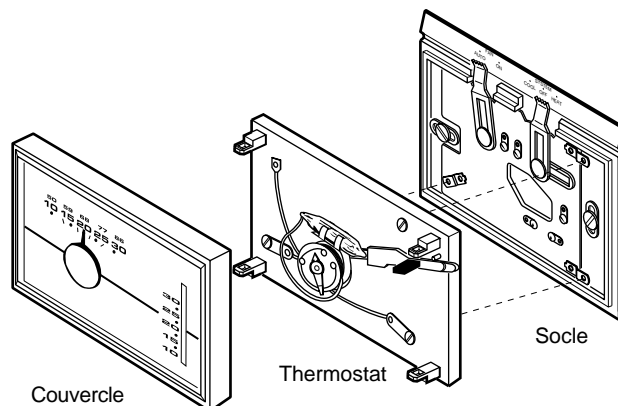

Figure 9. Installation du thermostat sur le socle
3. Fixez le thermostat sur le socle. Assurez-vous que les vis captives sont vissées à fond, car elles servent de raccordement électrique entre le thermostat et le socle (figure 9).